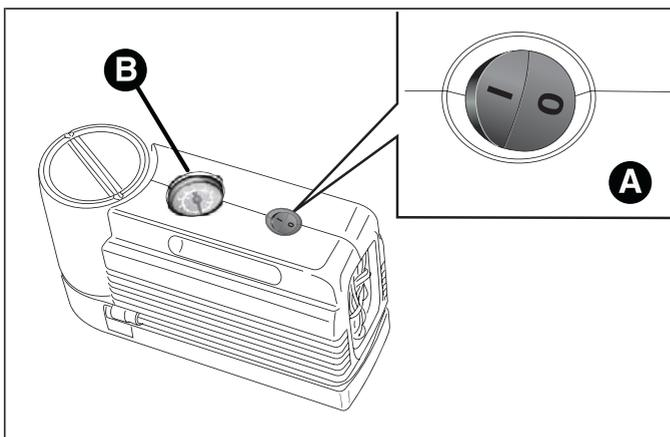
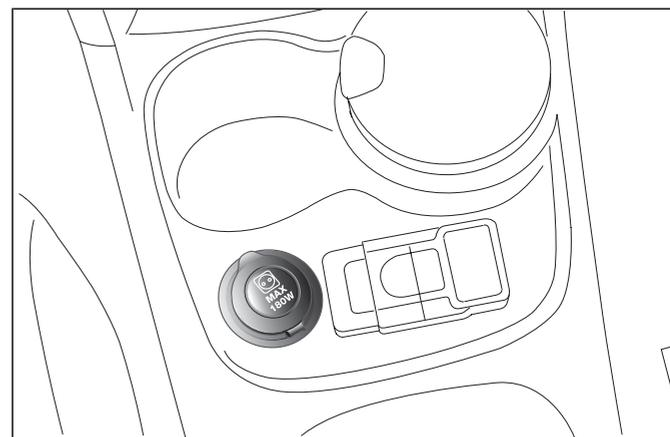

fig. 121
fig. 122
- assicurarsi che l'interruttore A fig. 121 del compressore sia in posizione 0 (spento), avviare il motore, inserire la spina nella presa di corrente ubicata sul tunnel centrale fig. 122 e azionare il compressore portando l'interruttore A in posizione I (acceso). Gonfiare lo pneumatico alla pressione prescritta nel paragrafo "Pressione di gonfiaggio" nel capitolo "Dati Tecnici". Per ottenere una lettura più precisa, si consiglia di verificare il valore della pressione sul manometro B fig. 121 con compressore spento;